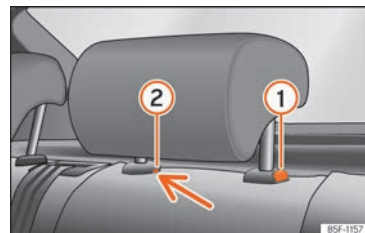

Fig. 116 Apoyacabezas trasero: desmontaje.
- Pulse la tecla »»» fig. 116 ①, apretando a la vez por el orificio del seguro ② con un destornillador plano de máximo 5 mm de anchura y retire el apoyacabezas.